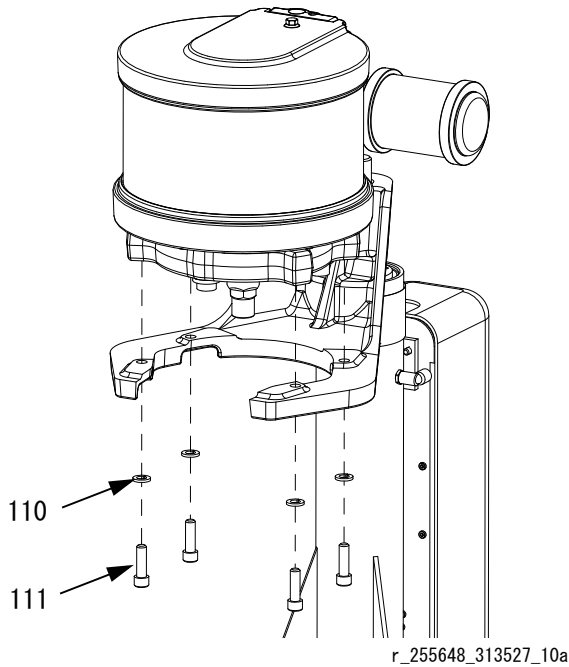

図 28
1. ネジ (111) およびワッシャ (110) を使用してモーターを取り付け板に取り付けます。図 28 を参照してください。